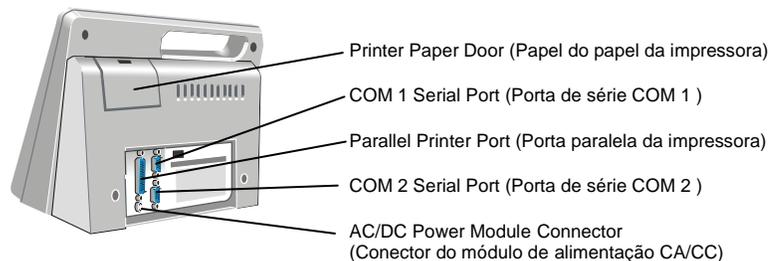

Figura 2. Localização dos conectores
O sistema pode ser utilizado com um computador pessoal de laboratório compatível e uma impressora externa paralela ou de série. As portas de ligação para estes dispositivos estão localizadas na traseira do instrumento (Figura 2).
2. Ligar uma das extremidades do cabo da impressora à porta com o nome PRINTER (IMPRESSORA) (para uma impressora paralela) ou COM 1 ou COM 2 (para uma impressora de série) (Figura 2).
2. Ligue uma extremidade do cabo à porta COM 1 ou COM 2 (Figura 2).
2. Ligue o cabo do módulo de alimentação CA/CC ao conector de alimentação (Figura 2).